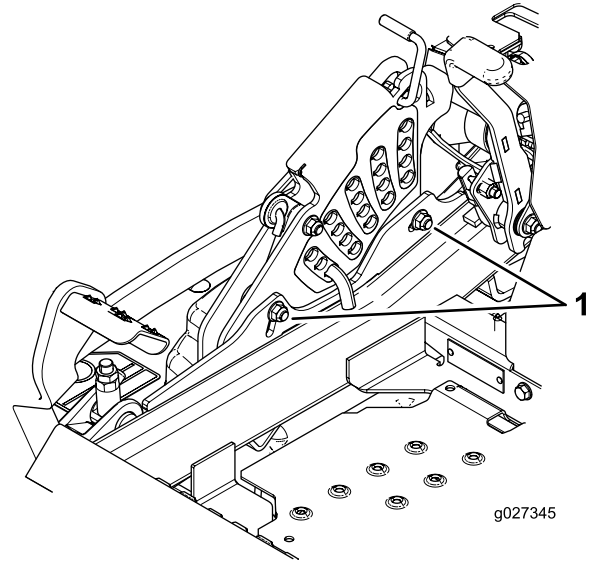

Bild 95
12. Zum Einstellen der zentralen Einstellung lösen Sie die zwei Schrauben unten an der Schnitthöhenplatte. Siehe Bild 95.
14. Ziehen Sie die Schrauben unten an der Schnitthöhenplatte an (Bild 95). Ziehen Sie sie auf 37-45 Nm an.